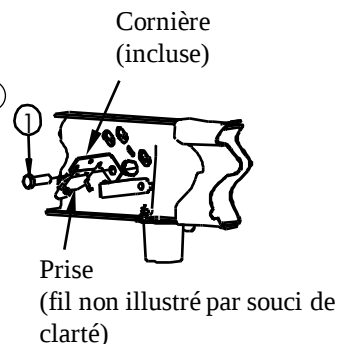

Figure 2c
7. Boulonner les supports de cadre aux longerons du véhicule comme illustré à la Figure 1 (des espaceurs additionnels sont inclus pour remplir les espaces excessifs entre les supports de cadre et les longerons, à utiliser selon les exigences des modèles). Sur les camionnettes 2007 « New Body Style » équipées de commande de freins d'origine, se reporter à l'étape 2 de l'installation pour relocaliser la prise sur la cornière. Utiliser le boulon 3/4" X 2.0 pour fixer la cornière sur l'intérieur du cadre (voir Figure 2c). Pour faciliter l'installation, certains modèles 1500 avec un cadre de la boîte peut-être besoin des pièces de remplacement sur les trous de montage arrière uniquement. Reportez-vous au (figure 2d) à la page 1.